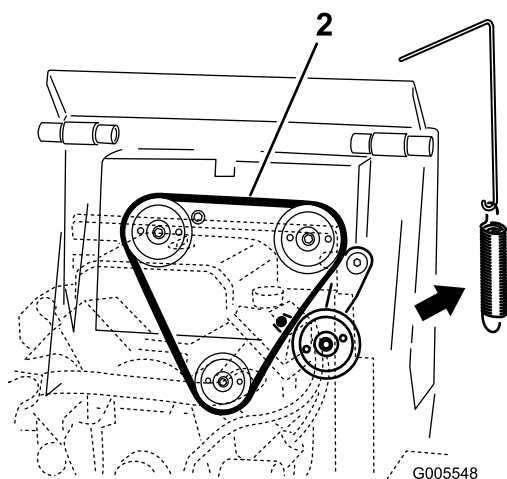

Figura 51
4. Retire el muelle de la polea tensora del conjunto de la polea tensora (Figura 51).
6. Instale una nueva correa de transmisión alrededor de las tres poleas (Figura 51).